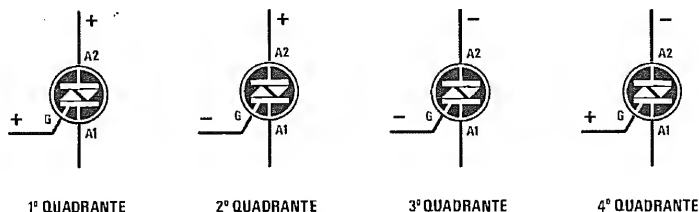

Fig.26 In questi disegni sono raffigurati i quattro quadranti di lavoro di un diodo Triac. Si notino le polarità sull'A2 e sul Gate.
**1° quadrante** - Si dice che un Triac lavora sul **1° quadrante** quando sull'**Anodo 2** risulta applicata una tensione **positiva** e il **Gate** viene eccitato da una tensione **positiva** (vedi fig.26). Ad esempio, un Triac che lavora su questo quadrante può richiedere sul **Gate** una tensione di eccitazione di circa **0,8 volt** ed una corrente di **12 milliamper**.
**2° quadrante** - Quando sull'**Anodo 2** risulta applicata una tensione **positiva** e per eccitare il **Gate** si usa una tensione **negativa**, si dice che il Triac lavora sul **2° quadrante** (vedi fig.26). Se prenderete lo stesso Triac che in precedenza facevate lavorare sul **1° quadrante**, scoprirete che per eccitarlo dovrete applicare sul suo **Gate** sempre una tensione di circa **0,8 volt**, ma una corrente di soli **6 milliamper**, cioè dimezzata.
**3° quadrante** - Se sull'**Anodo 2** risulta applicata una tensione **negativa** e per eccitare il **Gate** si usa una tensione **negativa** (vedi fig.26), si dice che il Triac lavora sul **3° quadrante**.
**4° quadrante** - Quando sull'**Anodo 2** risulta applicata una tensione **negativa** e per eccitare il **Gate** utilizzate una tensione **positiva**, si dice che il Triac lavora sul **4° quadrante** (vedi fig.26). In questa configurazione per eccitare lo stesso Triac dovrete applicare sul **Gate** una tensione di **1 volt** ed una corrente di soli **14 milliamper**.
saprete già cosa significa **quadrante** e guardando la fig.26 saprete anche quale **polarità** applicare sull'**Anodo 2** e quale applicare sul **Gate** per eccitarlo.